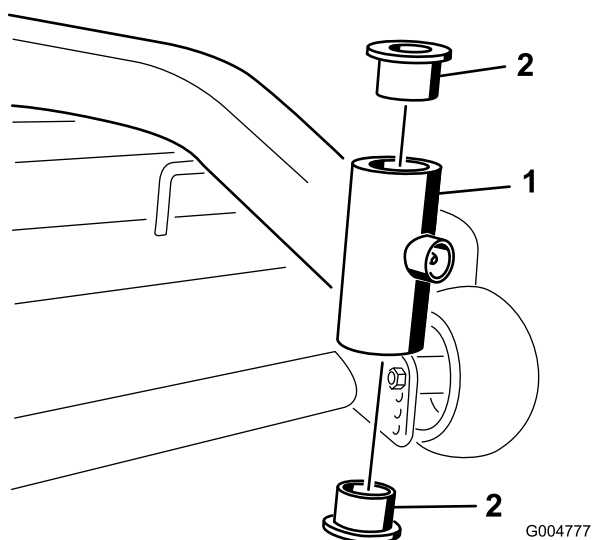

Figure 58
- Insérez un chasse-goupille dans le tube de montage et chassez les bagues avec précaution (Figure 58). Nettoyez l'intérieur du tube de montage.